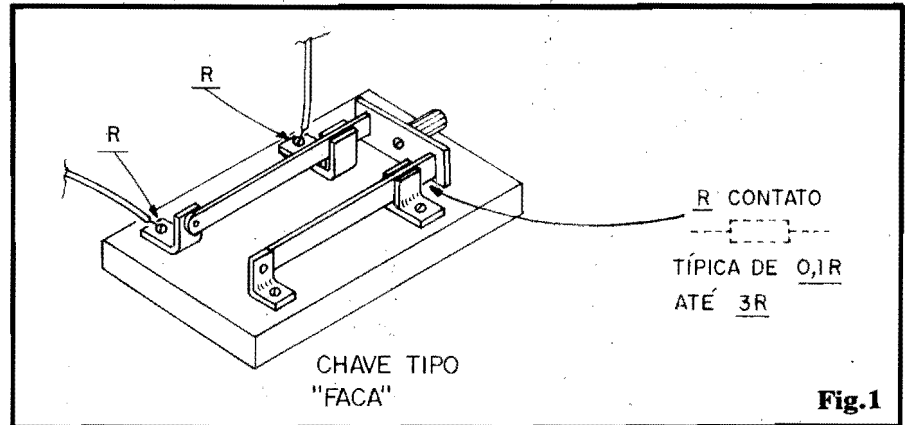

Fig.1
- FIG. 1 - A RESISTÊNCIA DE CONTATO, NA PRÁTICA - Só para exemplificar, uma simples chave tipo "faca", como a ilustrada, costuma mostrar valores de contato típicos entre $0,1R$ e $3R$, mesmo que as superfícies metálicas (normalmente latão ou outras ligas utilizadas em eletricidade...) estejam aparentemente limpas... E notem que tal valor ocorre apenas na junção da própria "faca"... Se considerarmos as inevitáveis Resistências interpostas pelos próprios parafusos/terminais da dita chave (aos quais normalmente são fixados os cabos ou fios...), podemos - sem medo de exagerar - triplicar tais valores resistivos médios! Vamos estabelecer alguns valores para calcular um exemplo: suponhamos que a chave da fig. 1 mostre uma RESISTÊNCIA DE CONTATO (devido à oxidação, à sujeira, aos deslinhamento dos contatos, essas coisas que ocorrem, mais cedo ou mais tarde, em qualquer conjunto de conexões...) de "miseráveis" $0,5 \text{ Ohms}$ ($0R5$). Se a dita chave normalmente controlar a passagem de uma Corrente de $100A$ (o que não é exagerado para muitas aplicações industriais...), a dissipação no tal contato será de nada menos que $5.000W$! Isso mesmo! Cinco mil watts "jogados pelo ralo", perdidos e pagos e - o que é pior, causando sobreaquecimento na junção que, mais cedo ou mais tarde poderá resultar num incêndio capaz de transformar toda a fábrica num monte de cinzas! Deu pra sentir a importância de se medir (e, eventualmente, providen-